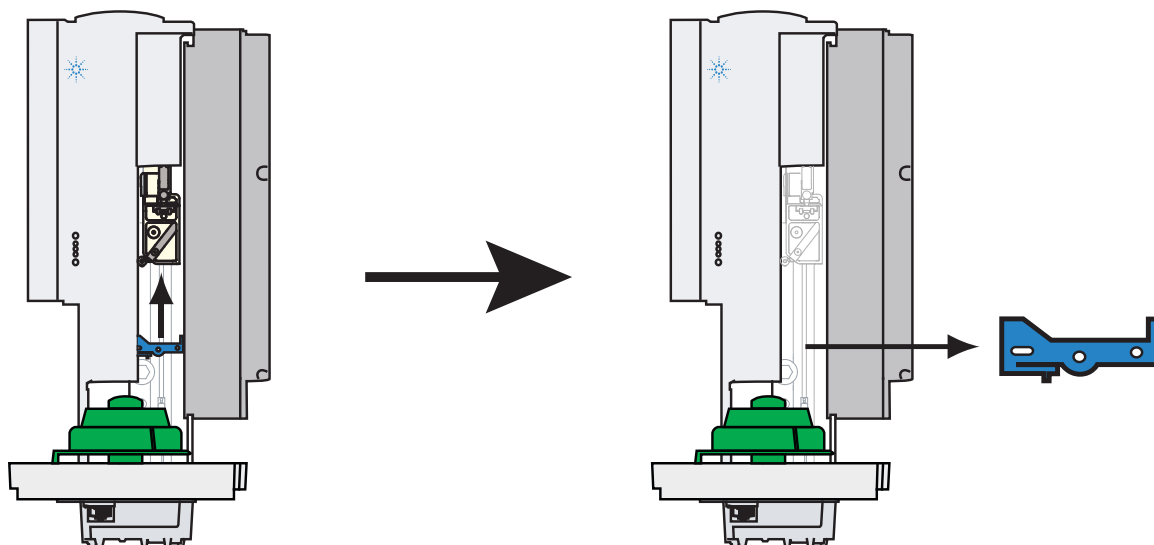

Figure 7 Retrait du dispositif de blocage bleu
- 3 Retirez avec précaution le dispositif de blocage bleu qui retient le chariot de la seringue (Figure 7).